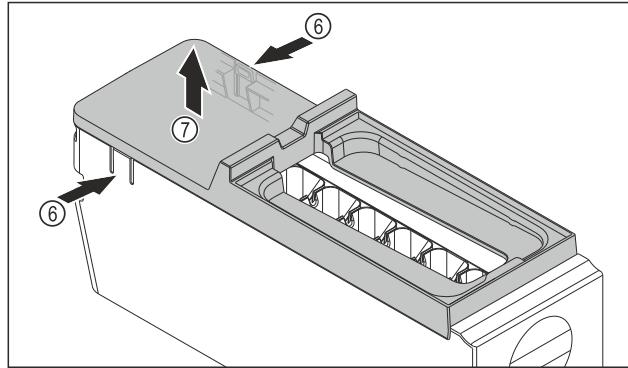

Fig. 149
- 取出 EasyTwist-Ice 机身的盖板：用一只手按压 EasyTwist-Ice 机身两侧的接片 Fig. 149 (6)。
- 用另一只手朝上取出盖板 Fig. 149 (7)。